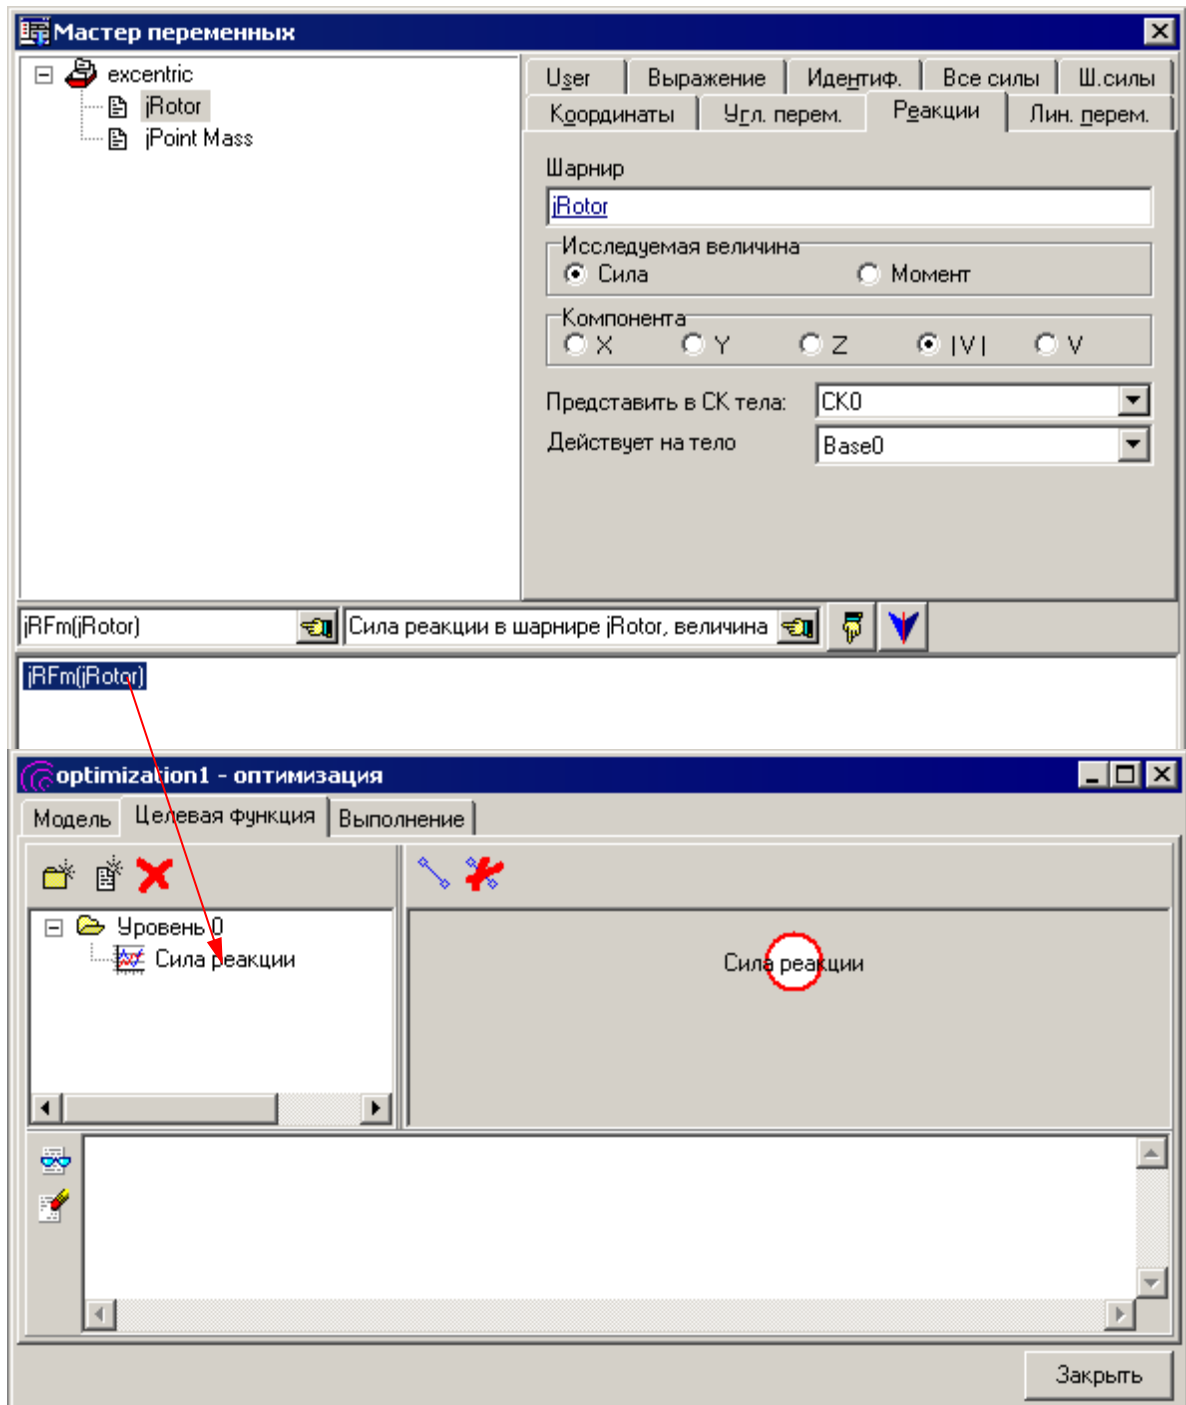

Рис. 5.13. Назначение переменной
4. Откройте **Мастер переменных** и сформируйте переменную для силы реакции в шарнире, как это показано на рис. 5.13. Затем перетащите сформированную переменную на узел **Сила реакции** в описание целевой функции, рис. 5.13.